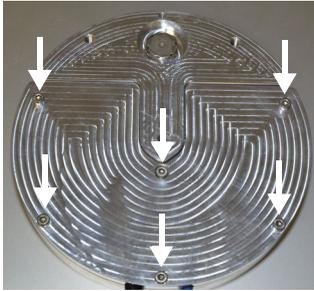
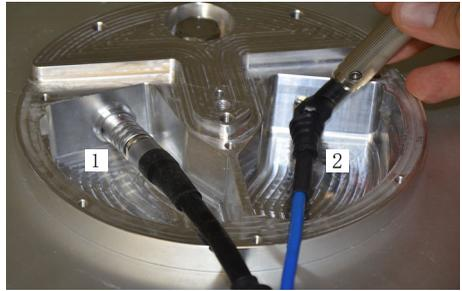

图 4: 电缆线连接仓
图 5: 电缆线连接
1. 卸下电缆线连接仓的 6 个螺丝（使用随附的内六角扳手），并打开金属盖（参见图 4）。
2. 将电缆线连接从 ADFA 断开（参见图 5）：
- a. 卸下 SMA 接口位置的联管螺母 (2)。
- b. 向后拉动棱纹插头前端的控制电缆连接器 (1)，直到锁止装置松脱为止。
5. 将 RF 电缆插头连接到 ADFA（参见图 4）：
- a. 将 RF 电缆的控制线插头放在 ADFA (1)，的控制连接器上，使插头上的红色标记向上，并和控制连接器中的插座形成一条直线。将带有锁止套管的插头按压到接头内，直到插头锁止装置卡住为止。
- b. 将 RF 电缆的 SMA 连接器插头放置在 ADFA (2) 连接器上。用扭矩扳手（最大扭矩 $\leq 0.6 \text{ Nm}$ ）小心地拧紧 SMA 连接。
6. 将金属盖闭合，并紧固所有 6 个螺丝（参见图 5）。